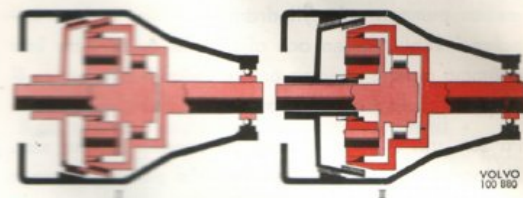

Bild 2. Överväxels verknings sätt
I direktväxelläge är kopplingslamellen (43) i läge I, bild 2. Vid körning framåt överföres kraften från växellådans huvudaxel (59) genom frihjulet (33, 34) till överväxels utgående axel (25). Vid backning eller motorbromsning överföres vridmomentet genom kopplingslamellen. Detta är möjligt därigenom att kopplingslamellen av fyra fjädrar (54) pressas mot utgående axels koniska del. Vid överväxelläge pressas kopplingslamellen mot bromstrumman (41), se II, bild 2. Solhjulet är härvid låst. Vid körning tvingas därför planet hjulen (38) att rotera kring solhjulet (46). Som en följd härav kommer utgående axeln att rotera snabbare än huvudaxeln.